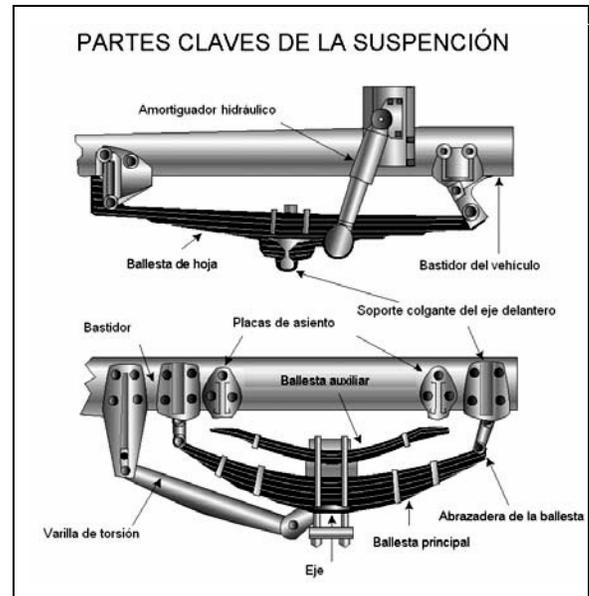

Figura 2.2
- Barras de suspensión con ballesta que permiten el movimiento del eje de la posición propia. Vea la Figura 2.2.
- Varilla o par de torsión, pernos en u, barras de suspensión con ballesta, u otras partes de posición del eje que estén rajadas, dañadas o que falten (Figura 2-2).